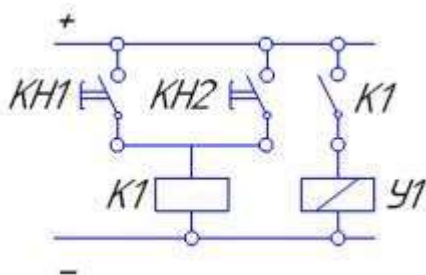

Рисунок 17- Применение логической операции «Или» при подключении распределителя
- 1 Начертить схему рис.17.
- 3 Начертить электрическую схему рис.17.